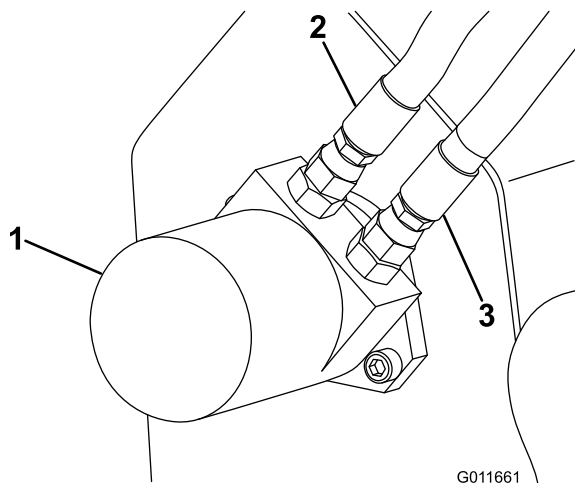

Figura 20
6. Collegate il flessibile sinistro alla porta inferiore del motore (Figura 20).
7. Collegate il flessibile destro alla porta superiore del motore (Figura 20).